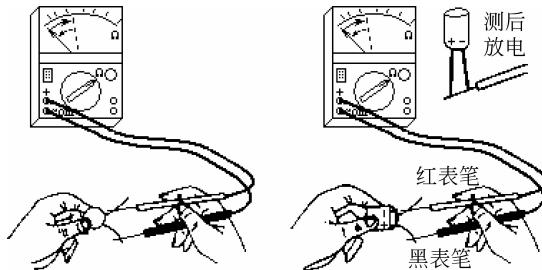

图 3-3 电容器的测量
(4) 电容器测量。对电容器的测量,一般是用万用表 $R \times 1k\Omega$ 挡测量其性能和好坏,如图 3-3 所示。测量容量较大的完好电容器(5000pF 以上)时,万用表的指针将迅速右摆,然后逐渐返回左端,指针停止时所指电阻值为此电容绝缘电阻。绝缘电阻越大越好,一般应接近 ∞ 。若指针不动,说明电容器已断路;若指针摆动后不返回,则电容器漏电严重,均不能使用。测试较小容量(5000pF 以下)电容时,表针基本不动。